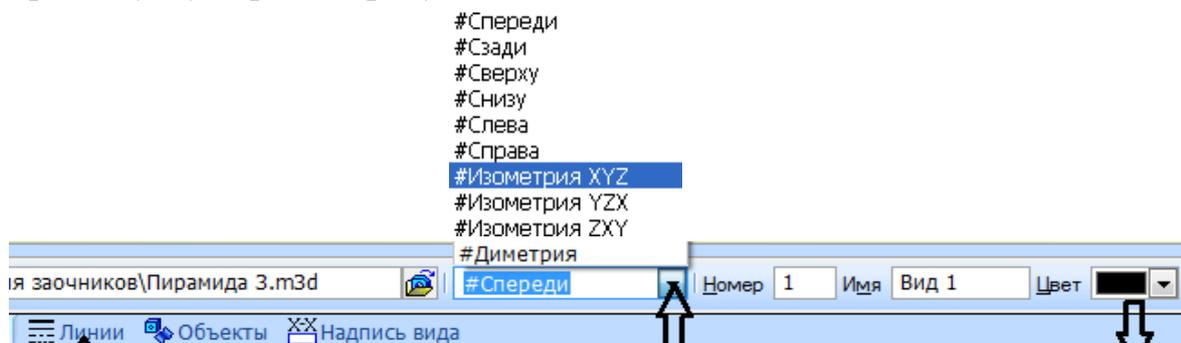

Рисунок 40
14. На **Панели свойств** в списке **Ориентация вида** выбрать пункт **#Изометрия XYZ**. Зафиксируем фантом изометрии пирамиды в верхнем правом углу чертежа (рисунок 40).